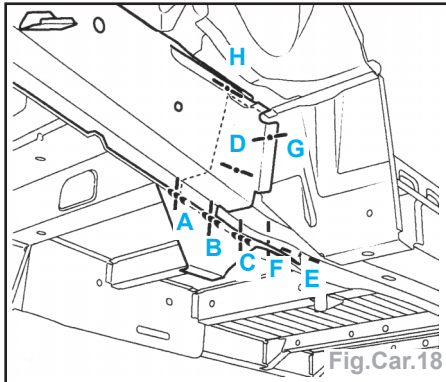

Fig.Car.18
**Remplacement (Fig.Car.18 à 31) :**